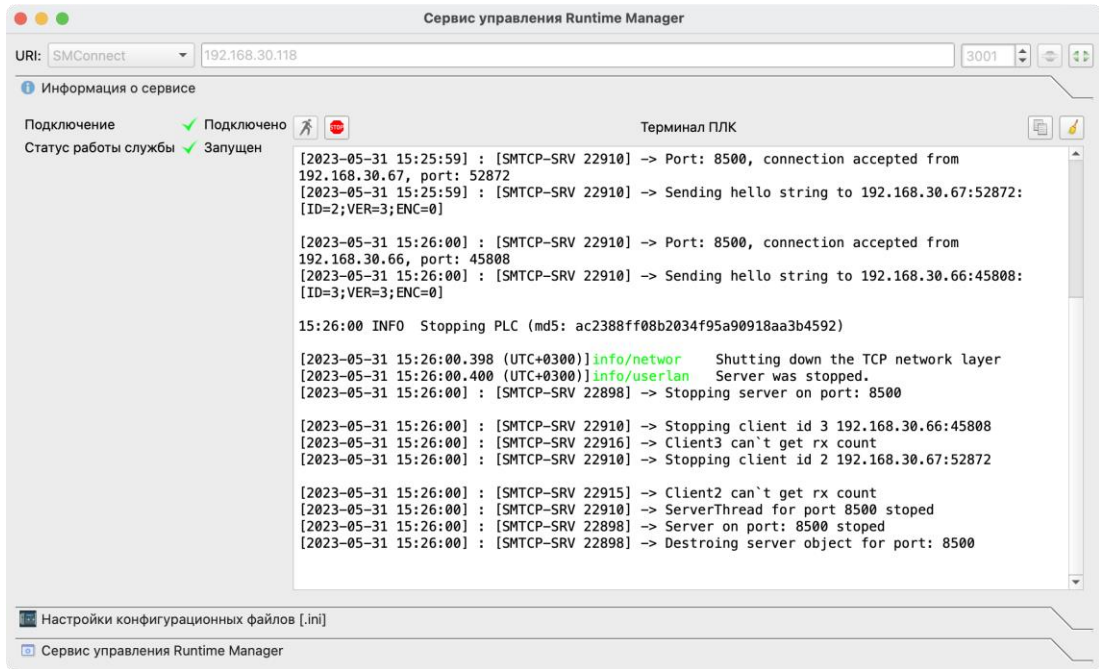

Рисунок 48 - Информация о сервисе
- Информация о сервисе (Рисунок 48)